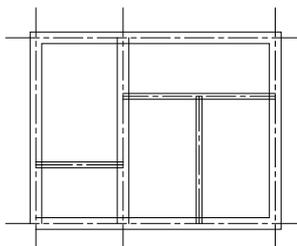

图 3-38 绘制隔墙
指定下一点或 [放弃 (U)] : // 分别制定多线的起点和终点, 绘制隔墙的结果如图 3-38 所示